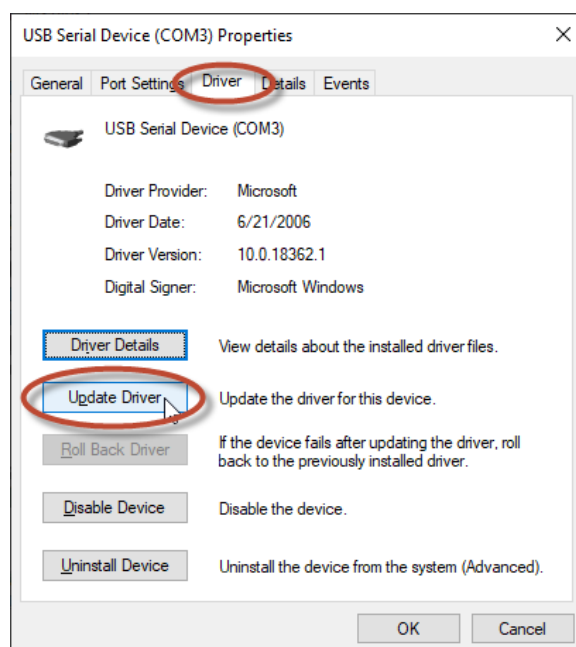

Figura 64-5. Propiedades del dispositivo serie USB
- Paso 4. En la ventana Propiedades del dispositivo serie USB (COM#), seleccione la pestaña Controlador y haga clic en Actualizar controlador. Consulte la Figura 64-5.